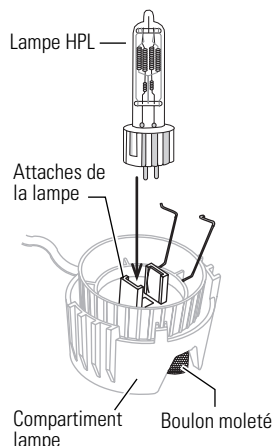

Figure 1
4. Aligner les côtés plats du culot de la lampe et les attaches placées de part et d'autre de la douille. Voir la **Figure 1**.